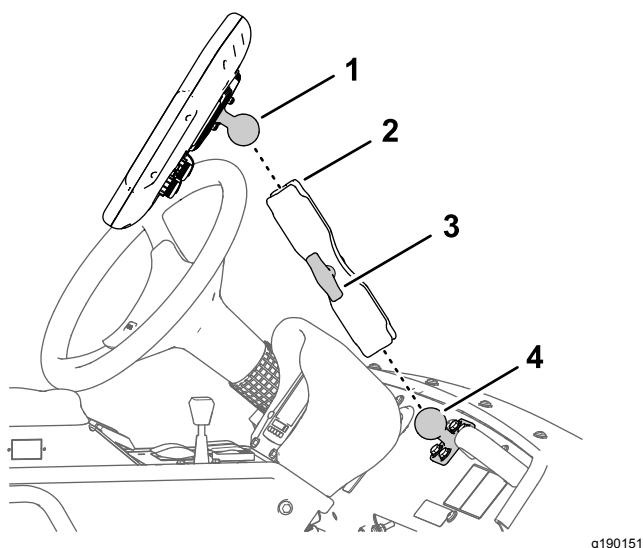

Figura 131
- Allentate la manopola del braccio del monitor fino a quando non riuscite a infilare il perno orientabile a sfera per il raccordo nella parte posteriore del monitor dell'irroratrice e il perno orientabile a sfera per il supporto nel cruscotto nel braccio del monitor della presa (Figura 131).
4. Dal sedile di guida (sedile sinistro), regolate la posizione del monitor dell'irroratrice in modo da poter visualizzare con facilità il display (Figura 131).
5. Serrate la manopola per il braccio del monitor manualmente (Figura 131).